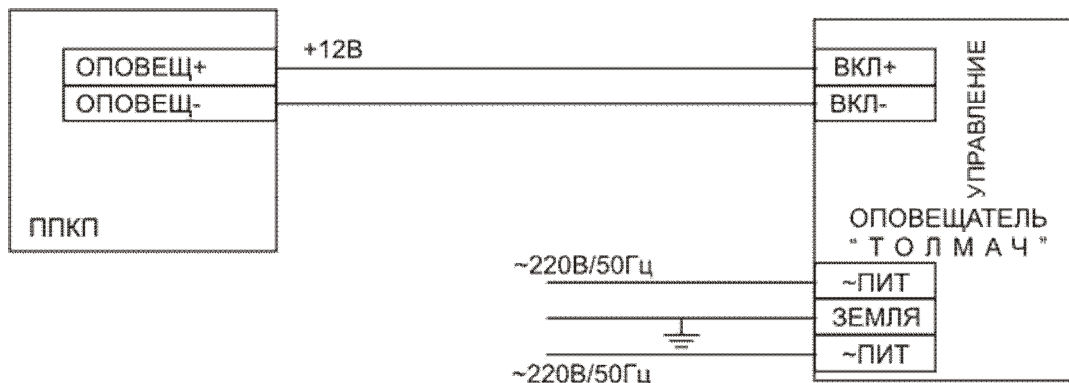

Рис. 2. Схема подключения оповещателя "Толмач"-П220
- 9.11** Если оповещатель используется с запуском от ПКП, то подключите кабеля управления для «Толмач» П и «Толмач»Ех по рис.1 к клеммам «ЗВУК+», «ЗВУК-» и «СТРОБ+», «СТРОБ-», для «Толмач»П220 по рис.2 к клеммам «ВКЛ+»,»ВКЛ-» с соблюдением полярности. Для «Толмач» Ех и «Толмач» П переключите выключатель управления соответствующего канала «ВКЛ РЕЧЬ», «ВКЛ СТРОБ», расположенные на плате, в положение OFF, для «Толмач» П220 «АВТОНОМ ЗАПУСК» в положение OFF.